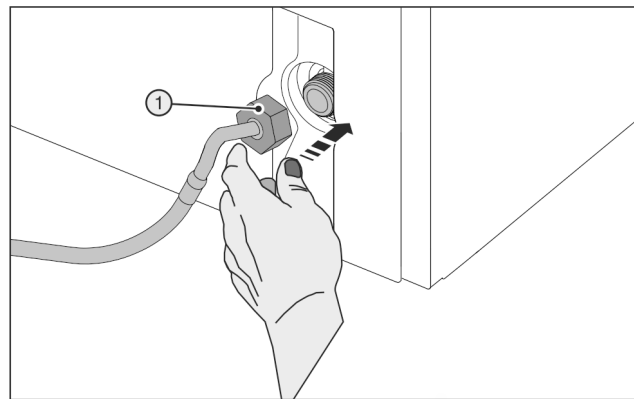

Fig. 29
- ▶ Atsargiai uždėkite veržlę Fig. 29 (1) ir tiesiai užsukite ant sriegio.
- ▶ Atsargiai uždėkite veržlę Fig. 29 (1) ir dviem pirštais tiesiai užsukite ant sriegio, kol ji patikimai, tvirtai laikysis.
- ▶ Pagalbinį įrankį (5) naudokite tik patalpos temperatūroje.
- ▶ Priveržkite veržlę Fig. 29 (1) pagalbinio įrankiu (5) pagal laikrodžio rodyklę, kol bus pasiektas maksimalus sukimo momentas ir pagalbinis įrankis (5) bus persuktas.